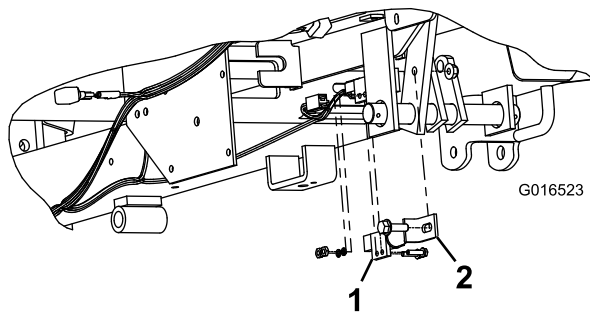

Bild 3
2. Befestigen Sie die Halterung für den Bremslichtschalter am Maschinenrahmen (Bild 3).
3. Befestigen Sie den Bremslichtschalter mit zwei Schrauben, zwei Scheiben und zwei Sechskantmuttern an der Halterung an der Maschine (Bild 3).